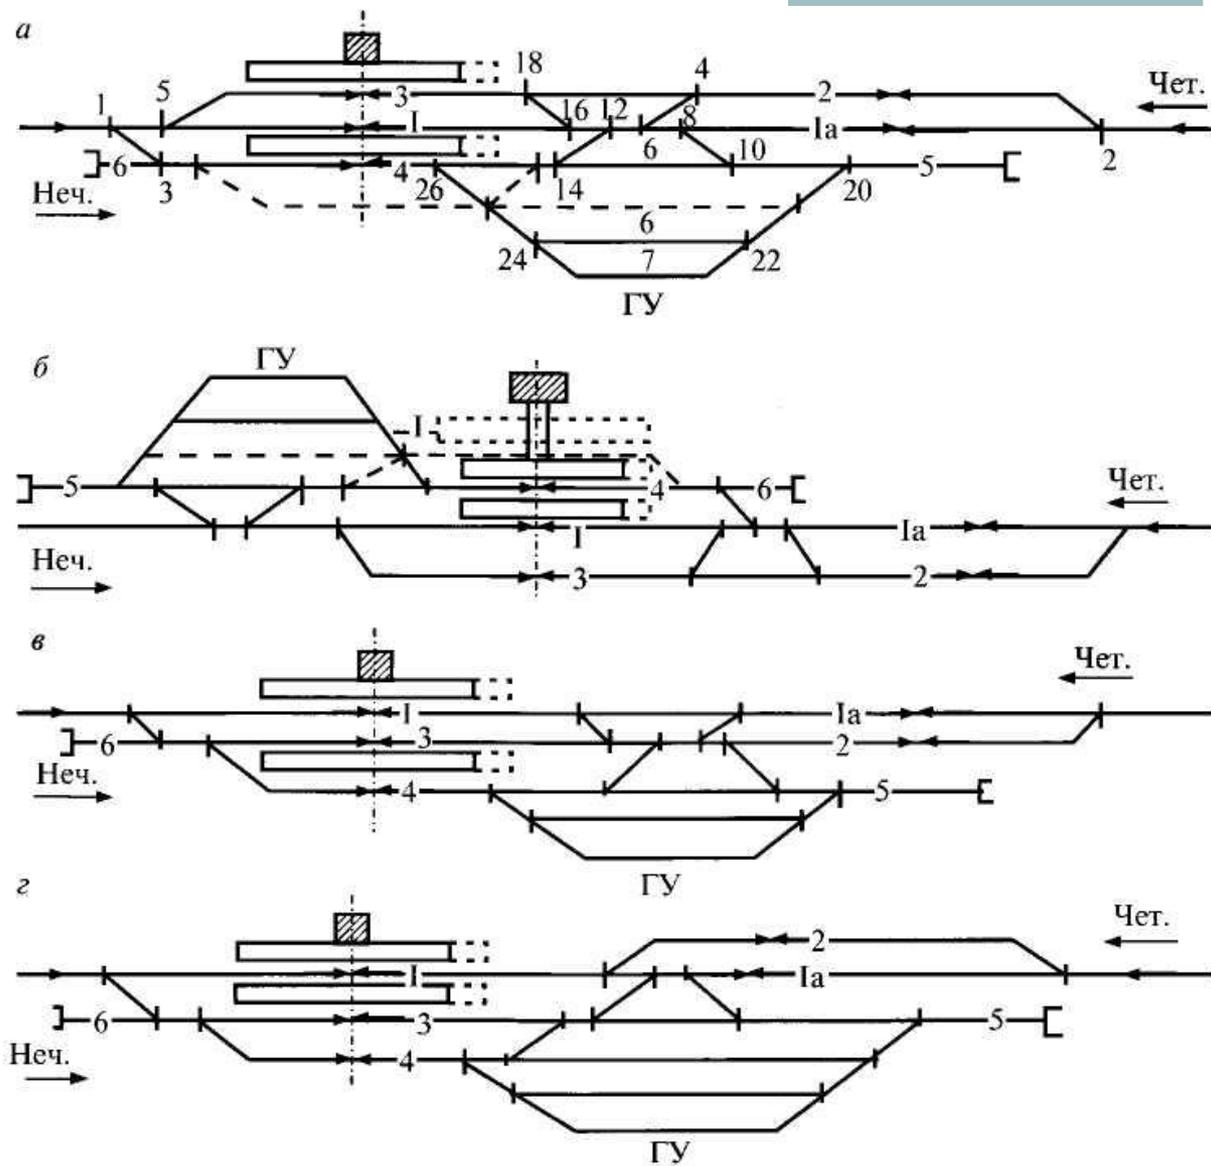

Рис. 3.4. Схемы промежуточных станций на однопутных линиях с продольным расположением путей
- Если на погрузочно-выгрузочном пути находятся вагоны, то локомотив отцепляется от состава, заезжает на погрузочно-выгрузочный путь 7, прицепляется, вытягивает вагоны на вытяжку 5 и переставляет их на выставочный путь 6. Затем локомотив заезжает на 4 путь, прицепляется к группе вагонов в адрес станции, вытягивает ее на вытяжку 5 и переставляет на погрузочно-выгрузочный путь 7, а затем заезжает на выставочный путь 6, забирает группу вагонов и переставляет ее на 4 путь, прицепляется к составу, выполняется опробование автотормозов и поезд отправляется. Аналогично выполняется работа на всех станциях. Сборный поезд принимается на 4 путь. В схемах на рис. 3.4, 6 и 3.6, б сборный поезд может приниматься на путь 3 и 4.